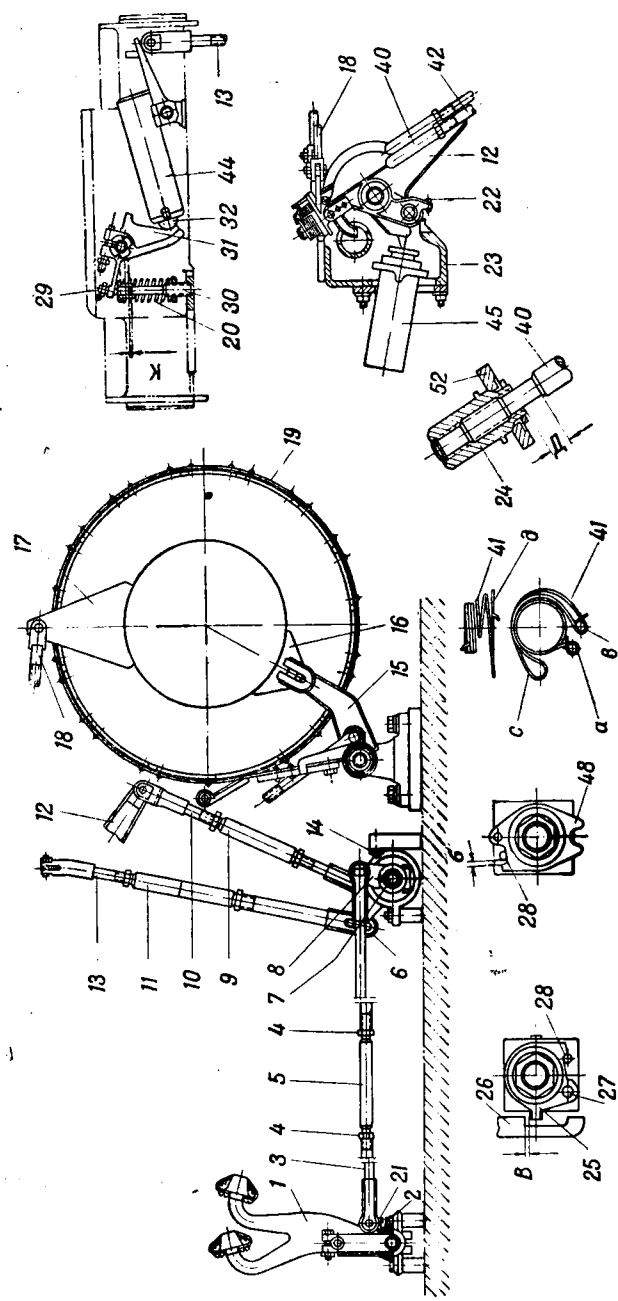

Рис. 23. Привод к бортовым фрикционным элементам планетарной трансмиссии:
Проверять работу гаек автоматической регулировки 1-й и 3-й передач в следующем порядке (рис. 23, 24):
(рис. 23)
3. Отсоединить левую вертикальную тягу 10 (рис. 23) и вертикальную тягу 13.